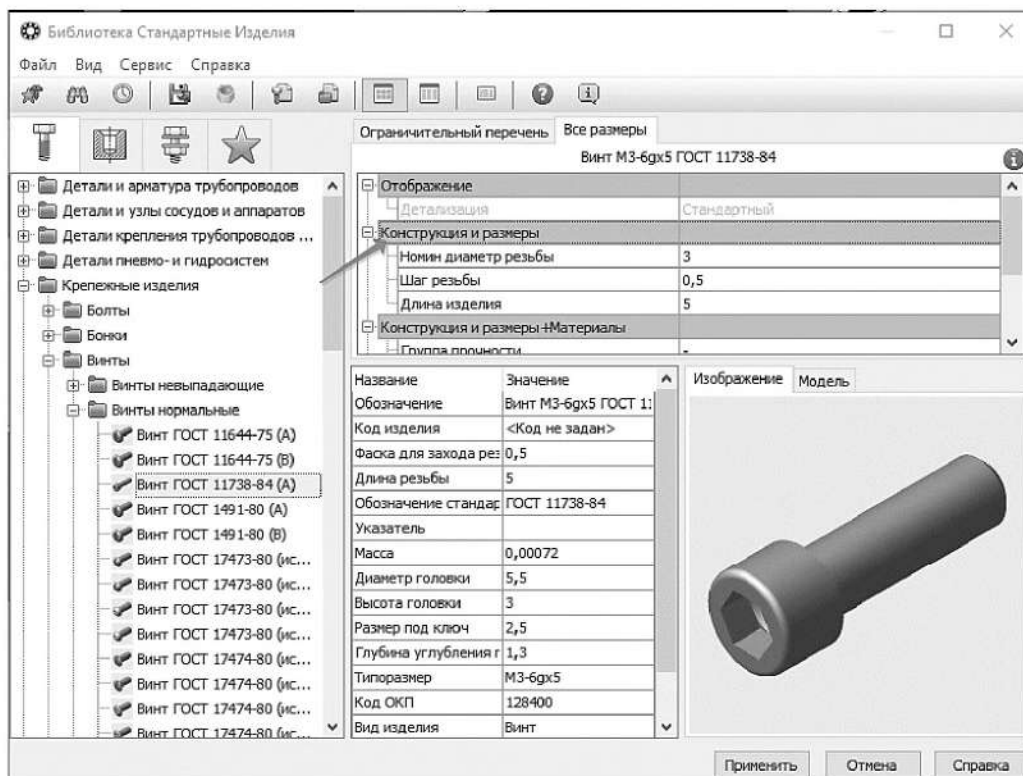

Рисунок 3.101. Выбор конструкции и размера Винта
10.2.4 В Области свойств выполните двойное нажатие левой кнопки мыши на поле **Конструкция и размеры** (рисунок 3.101).